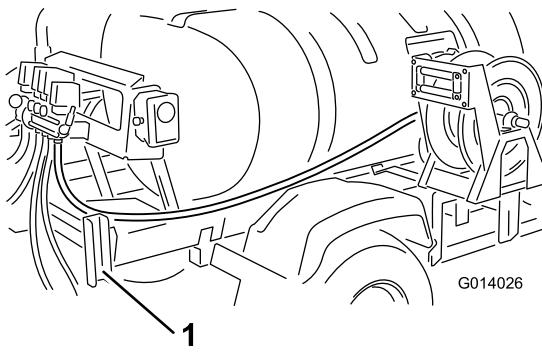

Figure 12
6. Acheminez le flexible vers l'arrière, le long du bâti du patin de cuve, à l'intérieur de l'aile arrière droite dans le profilé de soutien de rampe (Figure 12).
7. Acheminez le flexible autour du bâti de montage jusqu'à la vanne de dévidoir posée précédemment (Figure 12).